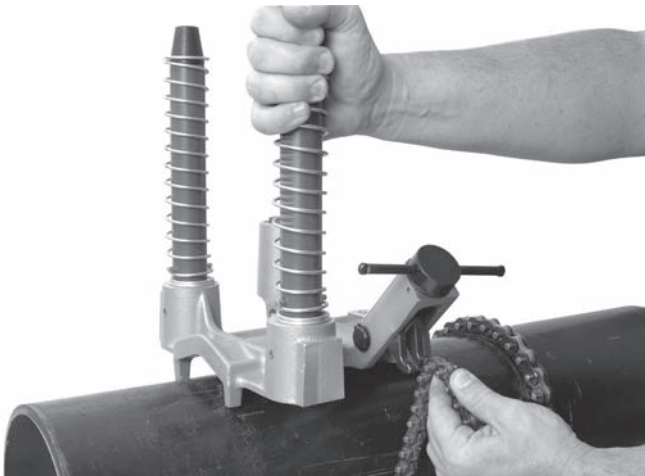

Figur 7 – Skilja basenheten från motorenheten
På modell HC-300, kontrollera att kolvtappen fungerar korrekt och håller fast motorenheten vid basenheten (figur 7).
1. Placera håltagningsverktyget HC-300 på en stabil och säker yta, och dra tillbaka kolven baktill på vänstra stolpen (figur 7) och lyft av motorenheten från basenheten.